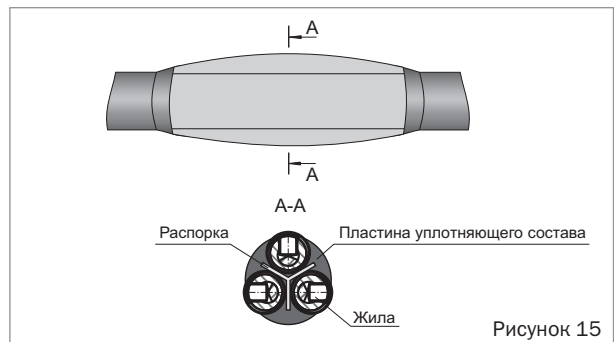

Рисунок 15
- Пластины уплотняющего состава должны располагаться большей стороной наружу. Руками утрамбовать пластины между жилами и распоркой, а также между пальцами перчаток. Допускается подогрев пластин уплотняющего состава и распорки горелкой (рисунок 15).